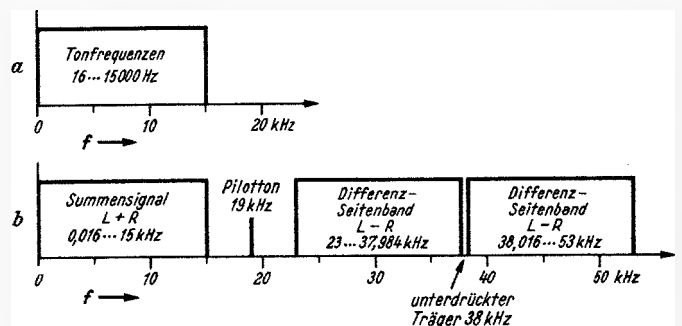

Bild 34.1. Das Mono-Niederfrequenz-Signal (a) und das Stereo-Multiplex-Signal (b) beim UKW-Rundfunk
**Bild 34.1** zeigt eine Gegenüberstellung des bisherigen Mono-signals (oben) und des Multiplex-Signals nach dem *Pilotton-Verfahren*. Dabei sind die hinzukommenden Signale weit ausgedehnter als das bisher übliche Mono-UKW-Signal, das gegenüber den klassischen Bereichen schon äußerst breit war. Infolgedessen ist leicht einzusehen, daß bei einer solchen Modulation noch sehr viel mehr und viel stärkere Seitenfrequenzen entstehen als bei Mono-Modulation. Daraus ergibt sich, daß für gute Stereo-Wiedergabe eine noch größere Durchlaßbreite erforderlich ist als früher für Mono. 240 kHz Durchlaßbreite des Zf-Verstärkers ohne nennenswerten Abfall an den Rändern und ohne Phasenverzerrungen sind für gute Stereo-Wiedergabe die *Mindestforderung*, besser sind 300 kHz. Hieraus erklärt sich, daß bei weitem nicht alle älteren Mono-Geräte umgerüstet werden können.